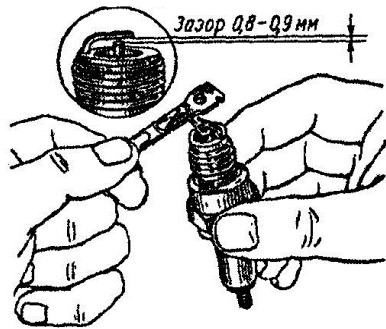

Рис. 5.15. Перевірка величини іскрового зазору в свічці
1. Вивернути свічки, попередньо прочистивши і продувши повітрям їх гнізда. Перевірити стан свічок. Ретельно очистити свічки, користуючись спеціальним піскоструминним апаратом. Після очищення свічок перевірити і відрегулювати зазор між електродами, підгинаючи боковий електрод (рис. 5.15).